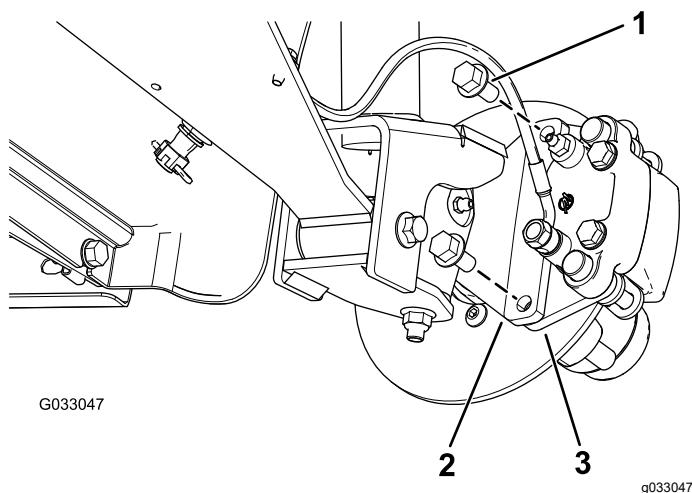
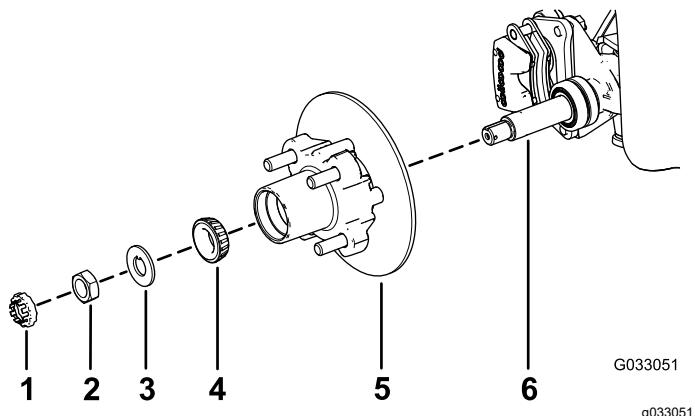

Figura 26
Figura 30
3. Retire los pernos con arandela prensada ( $\frac{3}{8}'' \times \frac{3}{4}''$ ) que sujetan el soporte del conjunto de freno al eje y separe el freno del eje (Figura 26).
1. Aplique una ligera capa de grasa del tipo especificado en el eje (Figura 30).
2. Monte el cubo y el rotor en el eje con el rotor hacia dentro (Figura 30).
3. Monte el cojinete exterior en el eje y acople el cojinete al anillo de rodadura exterior (Figura 30).
4. Monte la arandela con pestaña en el eje (Figura 30).
5. Enrosque la tuerca en el eje y apriete la tuerca a 15 N·m, girando el cubo para asentar el cojinete (Figura 30).
2. Alinee las pastillas de freno en cada lado del rotor (Figura 26) y los taladros del soporte de la pinza con los taladros de montaje del freno de la mangueta (Figura 30).
3. Sujete el soporte de la pinza a la mangueta (Figura 26) usando los 2 pernos con arandela prensada ( $\frac{3}{8}'' \times \frac{3}{4}''$ ).